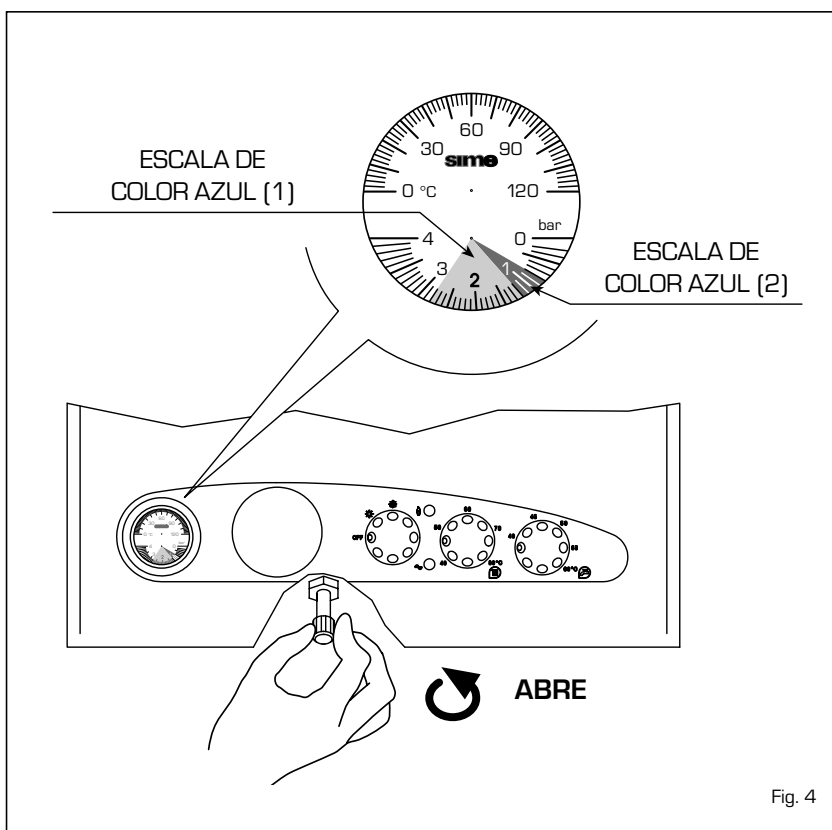

Fig. 4
**- Falta circulación agua (fig. 4)**